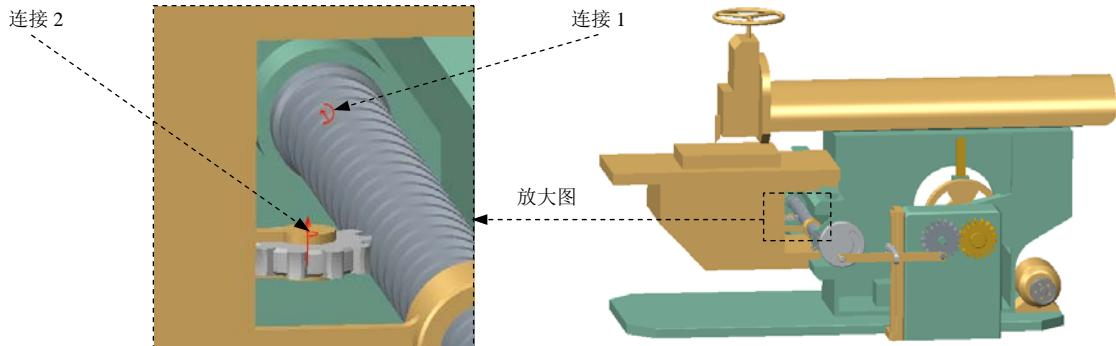

图 9.6.81 齿轮副设置
- (1) 选择命令。单击 **机构** 功能选项卡 **连接** 区域中的“齿轮”按钮 **齿轮**，系统弹出“齿轮副定义”对话框。
- (2) 选择定义类型。在 **类型** 下拉列表中选择 **蜗轮** 选项。
- (3) 定义“蜗轮”。在图 9.6.81 所示的模型上选取连接 1 为定义对象，输入蜗轮的节圆直径 60。
- (4) 定义“齿轮 2”。单击 **轮盘** 选项卡，在图 9.6.81 所示的模型上选取连接 2 为定义对象。
- (5) 完成蜗轮蜗杆副连接。单击“齿轮副定义”对话框中的 **确定** 按钮。